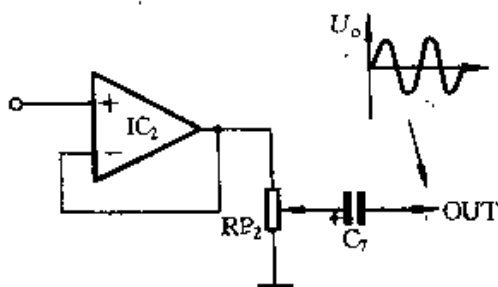

图 4-19
② 集成运放 IC_2 构成电压跟随器,如图4-19所示。 IC_1 产生的正弦波通过 IC_2 输出,提高了输出驱动能力,隔离了负载电路对振荡回路的影响。电位器 RP_2 用于调节输出电平。 C_7 为输出端耦合电容,可以阻隔负载电路可能出现的直流电压。